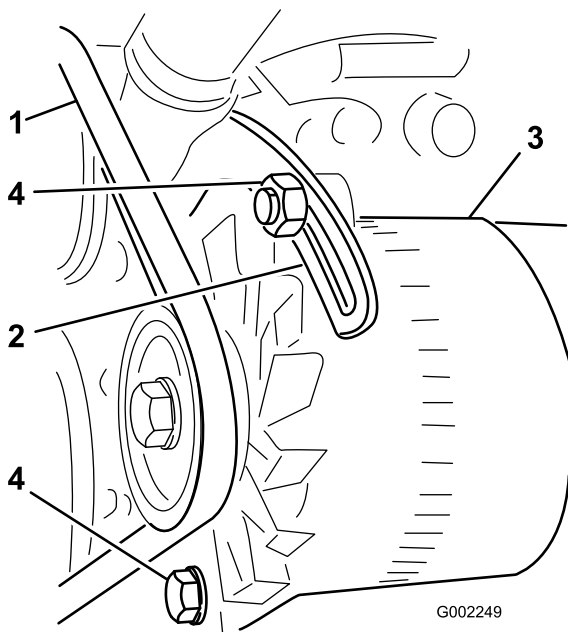

图88
3. 松开将皮带环形支架固定到发动机的螺栓、以及将发电机固定到皮带环形支架上的螺栓 **图88**。